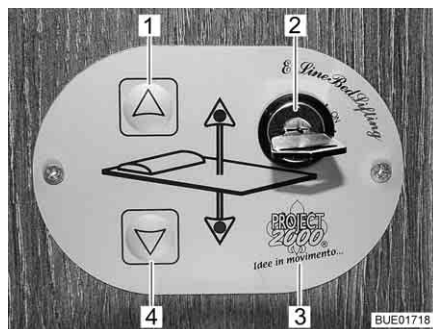
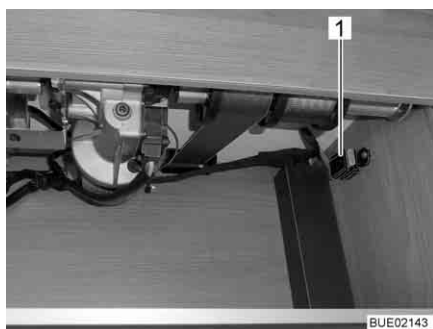

Bild 131 Kontrollenhet
Bild 134 Säkring
Med knapparna (Bild 131,1 och 4) på kontrollenheten (Bild 131,3) sänks och lyfts den höjbara sängen. Med nyckelbrytaren (Bild 131,2) säkras kontrollenheten mot obehörig användning.
- Vrid nyckeln i nyckelbrytaren (Bild 131,2) 90° medurs. Kontrollenheten (Bild 131,3) är aktiverad.
- Tryck på pilknappen (Bild 131,4) och håll den så länge intryckt till den höjbara sängen sänks ned till önskad position.
- Tryck på pilknappen (Bild 131,1) och håll den så länge intryckt till den höjbara sängen lyfts fram till gränsställningen.
Om den höjbara sängen inte längre går att flytta med pilknapparna (Bild 131,1 och 4), skall du först kontrollera säkringen i det bakre väggskåpet (Bild 134,1). Om säkringen är ok och den höjbara sängen ändå inte går att flytta, kan den höjbara sängen manövreras manuellt.